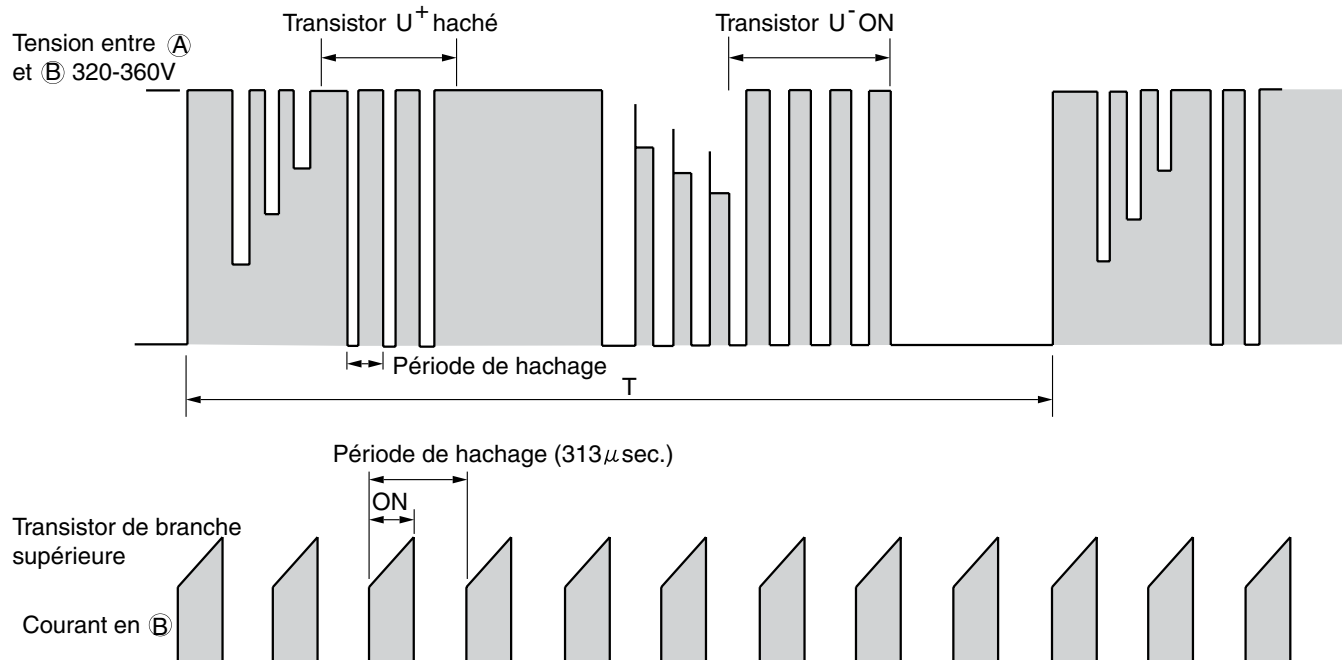

Fig. 3-3 Forme d'onde de la tension en chaque point
- La Fig. 3-3 représente la forme d'onde de la tension à chaque point dans len Fig. 3-1 et 3-4. La première moitié du bras supérieur est coupée et la deuxième est sur ON; la première moitié du bras inférieur est coupée et la deuxième est sur ON.
- Since current flows at point ② only when U⁺ transistor is ON, the current waveform at point ② becomes intermittent waveform as shown in Fig. 3-3. Since current at point ② is approximately proportional to the input current of the air conditioner, input current is controlled by using DC current (Id) detection resistor.